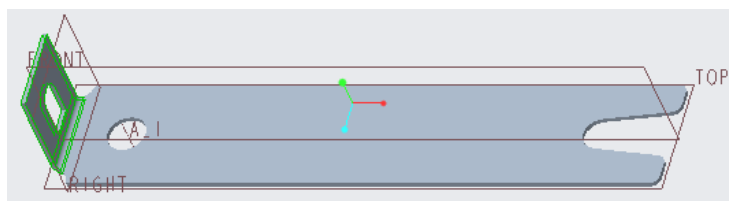

图 5-58 完成创建一个角度折弯特征
(7) 在“折弯”选项卡中单击（完成）按钮，完成创建“折弯 1”特征（角度折弯特征），如图 5-58 所示。